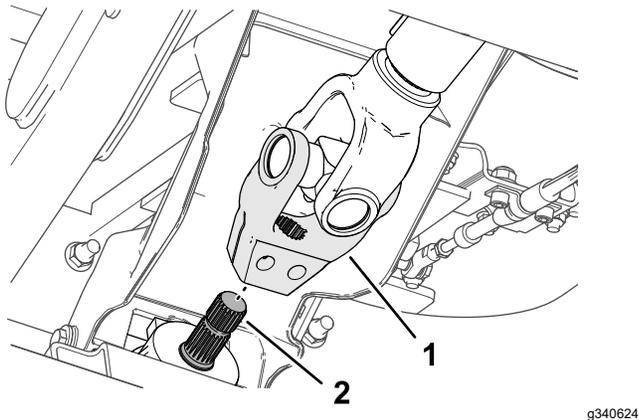

图 18
5. 将驱动轴轭中的花键与附件输入轴 图 18 的花键对齐然后将轭滑过轴。